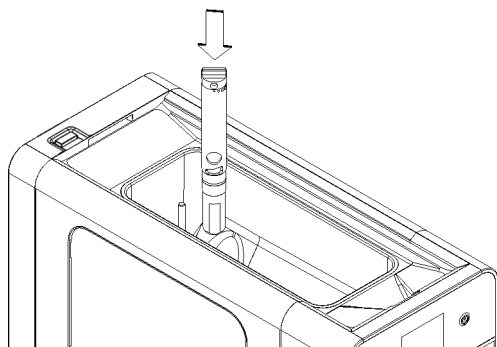

Bild 4
**1** Den unteren Teil des Mischrohrs in das dafür vorgesehene Verbindungsloch zwischen dem Behälter und dem Zylinder einfügen. Dabei darauf achten, es so auszurichten, dass es ganz in seinen Sitz eingesetzt wird. (Bild 4)